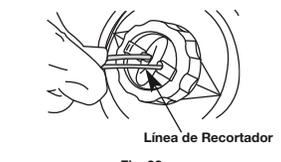

Fig. 22
2. Usando 16 pies (3.2 m) de 2.41 mm (0.095 pulg.) línea empuje del reemplazo ambos extremos de la línea a través de los agujeros en la perilla del topeón hasta que resalten a través de los ojeteador en ambos lados del cabezal cortador. Continúe tirando de la línea hasta que aproximadamente 6 pies (1.5 m) es visibles de ambos lados del cabezal cortador. (Fig. 22)